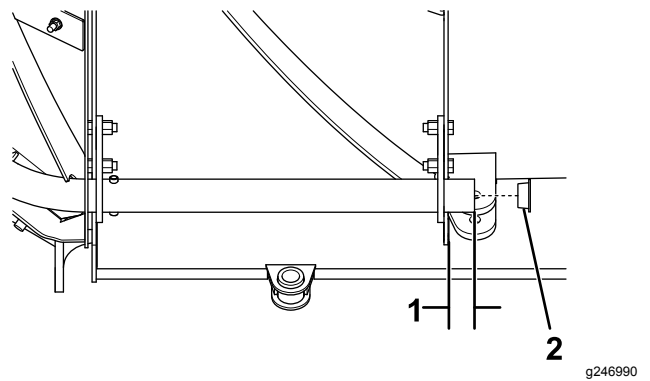

Figure 11
20. Si vous le souhaitez, coupez le tube d'aile à 12 mm (1/2 po) maximum de la nervure intérieure de la lame et insérez l'obturateur au bout (Figure 11).